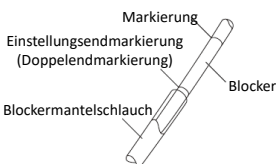

Abb. 2
14. Wenn Sie die Blockerspitze aus der Endotrachealtubustasche herauschieben, achten Sie darauf, dass Sie den Blockerschaft in der Nähe des Blockermantelschlauchs (der Bereich zwischen der Einstellendmarkierung und der ersten Tiefenmarkierung, wie in Abb. 2 dargestellt) greifen. Andernfalls kann es zu Knicken oder Brüchen am Blockerschaft kommen.